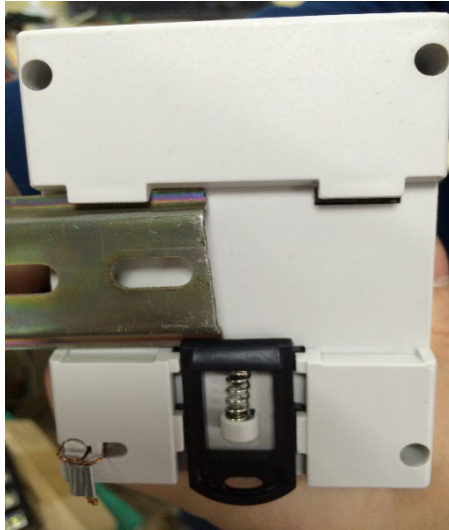
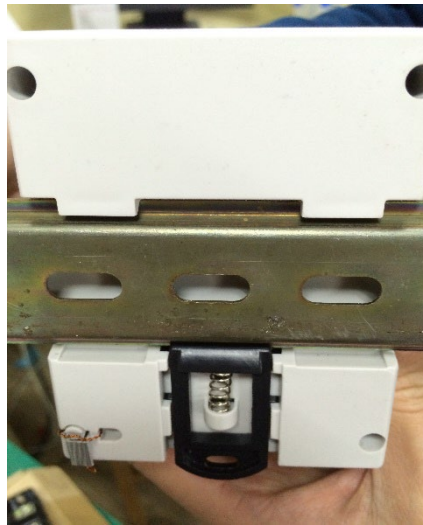

Fig. 3
Fig. 4
- Setzen Sie das Messgerät gemäß Abb. 3 in die Din-Schiene ein, drücken Sie dann den Clip nach oben und installieren Sie das Messgerät auf der Din-Schiene, siehe Abb. 4;